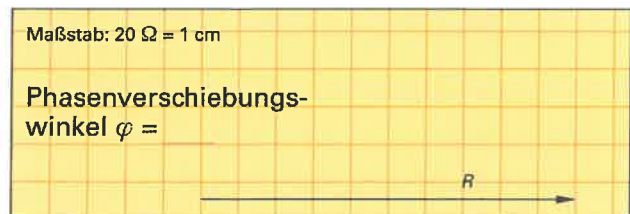

Bild 4: Widerstands-dreieck einer Spule
- b) das Widerstands-dreieck in **Bild 4** (Werte: $X_L = 47\ \Omega$, $R = 100\ \Omega$).
6. Geben Sie die Formel zur Berechnung des Scheinwiderstandes mithilfe des Widerstands-dreiecks aus **Bild 4** an.